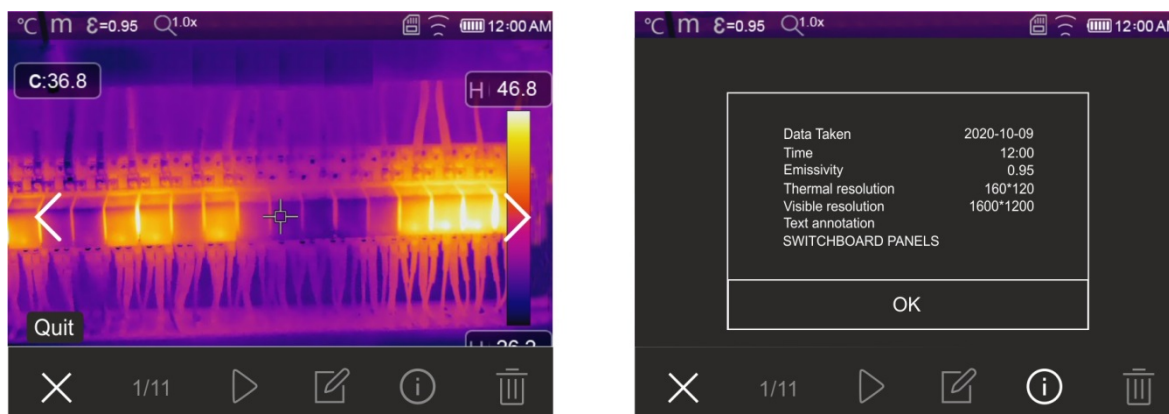

Fig. 51: Rappel des images enregistrées sur l'écran
1. Appuyez sur la touche  pour entrer dans la galerie d'images et de vidéos enregistrées dans la mémoire de l'instrument ou sur la carte micro SD. La page-écran de la Fig. 51 - partie gauche suivante est affichée à l'écran
3. Touchez l'icône «  » pour ouvrir la section contenant des informations sur l'image enregistrée. La page-écran de la Fig. 51 – partie droite s'affiche à l'écran